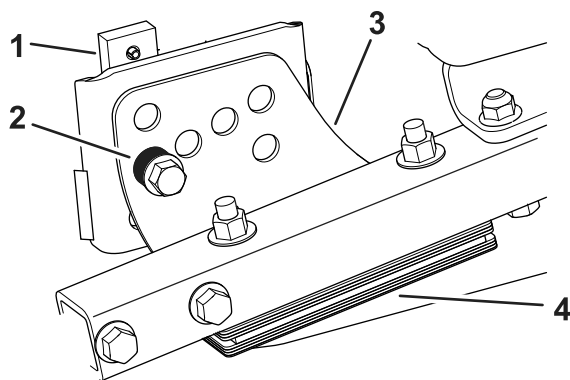

Figura 75
1. Retire el soporte de altura de corte (delantero, izquierdo o derecho) del bastidor de la carcasa (Figura 75).
2. Coloque suplementos de 1,5 mm y/o 0,7 mm entre el bastidor de la carcasa y el soporte hasta lograr el ajuste de altura deseado (Figura 75).